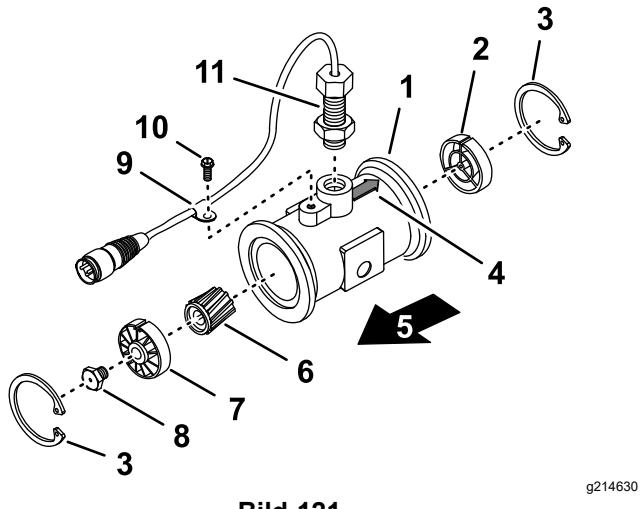

Bild 121
3. Entfernen Sie den Halterung an der vorgeschalteten Seite (Bild 121).